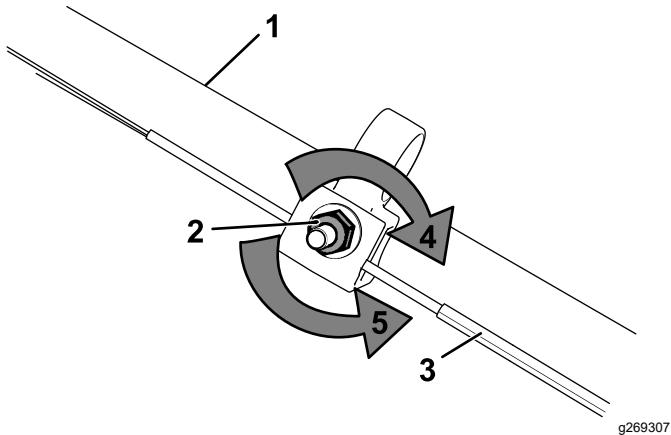

Bild 27
1. Drehen Sie die Einstellmutter nach links, um die Seileinstellung zu lösen (Bild 27).
2. Stellen Sie die Spannung des Seils (**Bild 27**) ein, indem Sie ihn zurückziehen oder nach vorne drücken und dann in dieser Stellung arretieren.